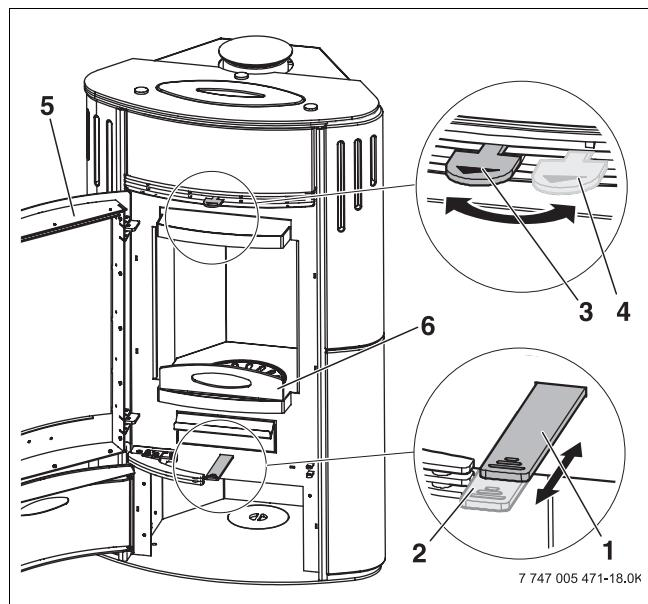

Рис. 22 Заслонки первичного и вторичного воздуха
- ▶ закройте заслонки первичного и вторичного воздуха (→ рис. 22 [1], [4])
- ▶ закройте заслонки первичного и вторичного воздуха (→ рис. 22 [1], [4]).